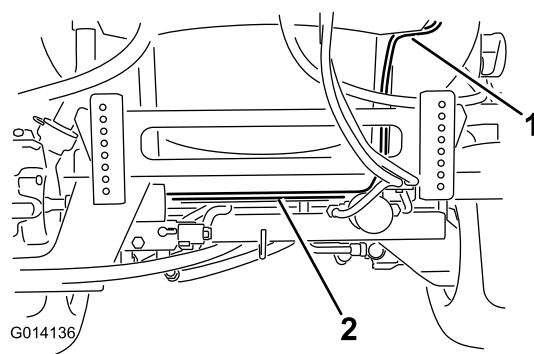

図 14
1. ホースリールコントロールボックスから出ている電気ハーネスを探し出す。ハーネスの長い方の端部（リング端子とヒューズのコネクタがついている）を、タンクスキッドの後部を通して、ブームアクチュエータブラケットの後ろの車両フレーム後部まで配設する（図 14）。ケーブルタイ（1本）を使用して、ハーネスをフレームに固定する。